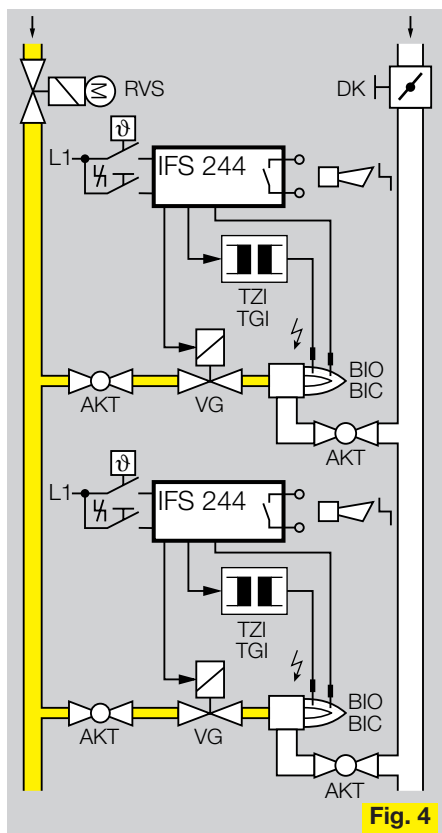

Fig. 4
- Fig. 4 Brenner mit Zwangsluft
- Fig. 4 Burner with forced air
- Fig. 4 Напорные горелки